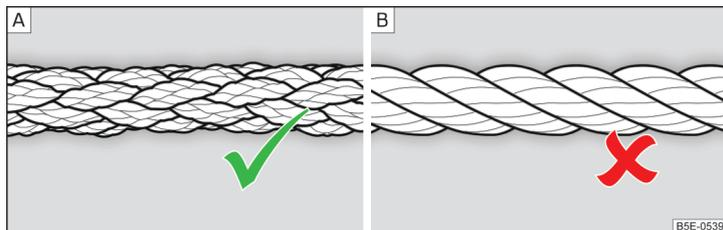

Fig. 247 Cable para remolcar trenzado / Cable para remolcar en espiral
Para el remolque por medio de un cable de remolque, usar solamente un cable de fibra plástica tejida » fig. 247 - [A] » **I**.
- Para remolcar no debe utilizarse ningún cable de remolque en espiral » fig. 247 - [B], la argolla de remolque puede desenroscarse en el vehículo - ¡Existe peligro de accidente!